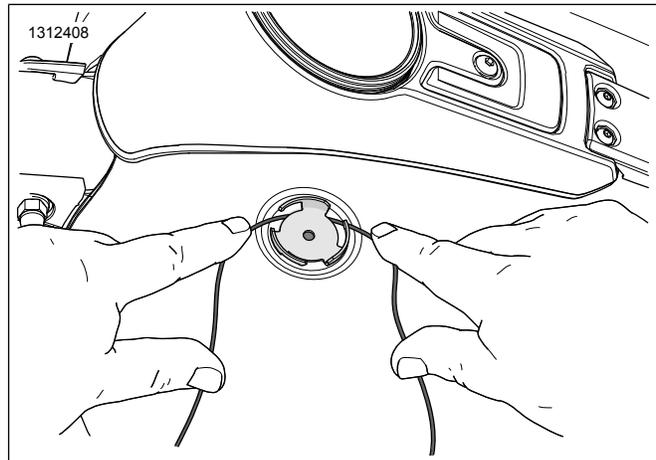

Figure 4. Retrait du support
2. Consultez Figure 4 . Enlevez le support gauche existant.